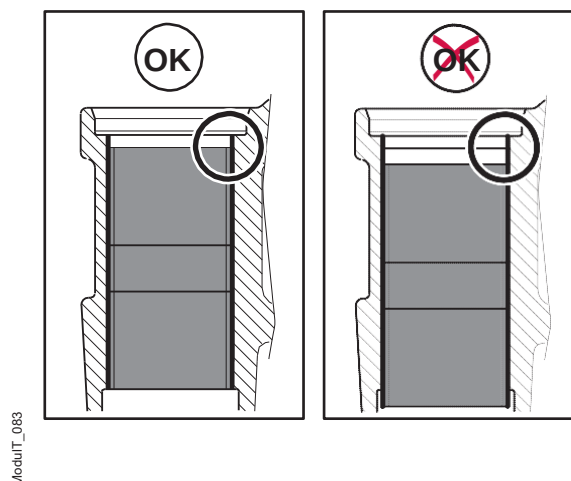

Figura 60. Rolamentos laterais principais instalados OK/NOK
4. Pare assim que os rolamentos estiverem assentados na posição correta até a borda interna da superfície de localização do rolamento, consulte a figura 60.